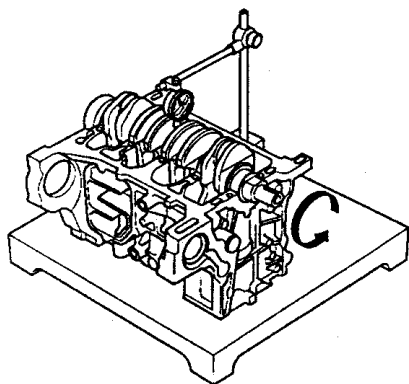

图 2-33 测量曲轴振摆
4) 如图 2-33 所示, 在所有的主轴颈上测量振摆。将曲轴旋转 2 整圈。各轴颈测量值之差不能超过维修极限。